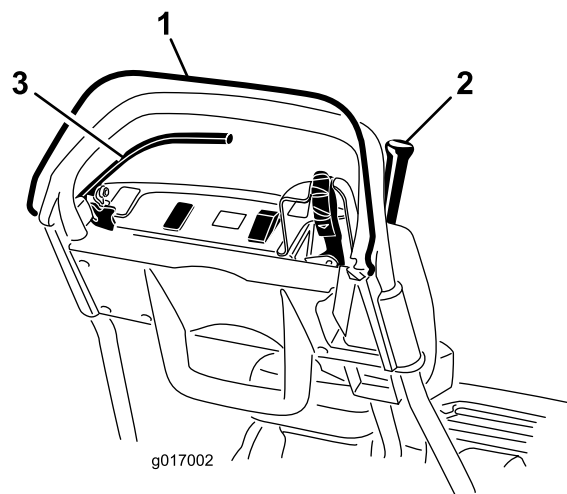

图36
2. 放开操作员到位控制装置后尝试接合牵引杆图36。牵引杆应该不能接合。如果牵引杆能够接合则需要对联锁系统进行维修。请在操作机器之前解决该问题。
3. 压下操作员到位控制装置并接合牵引杆然后松开操作员到位控制装置图36。牵引杆应脱离。如果牵引杆不能分离则需要对联锁系统进行维修。请在操作机器之前解决该问题。
4. 压下操作员到位控制装置并将换挡控制杆移至左侧接合牵引和滚刀驱动装置然后松开操作员到位控制装置图36。牵引杆应脱离。如果牵引杆不能分离则需要对联锁系统进行维修。请在操作机器之前纠正该问题请参阅 维护牵引联锁开关 (页码 30)。